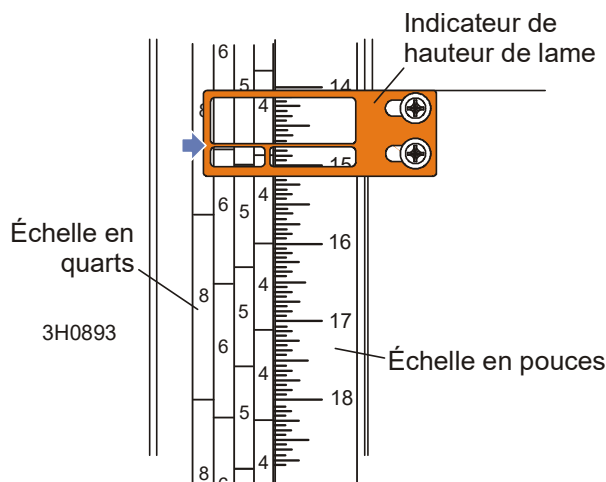

FIG. 7-15
**Voir Figure 7-15.** Desserrez les boulons de montage du support d'indicateur. Ajustez le support vers le haut ou vers le bas jusqu'à ce que l'indicateur soit aligné avec la mark de (0,8 mm [ $+0 -1/32$ ]) sur l'échelle. Resserrez les boulons de montage du support.